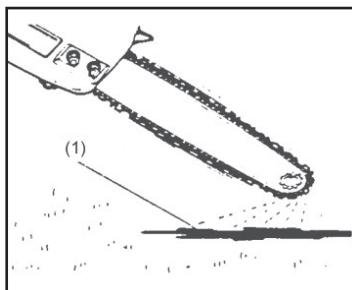

Рис. 10
После запуска двигателя, запустите цепь на средней скорости и просмотрите, чтобы цепное масло (1) распылялось так, как показано на Рис. 10. Масло должно распыляться оставляя след без подтеков.